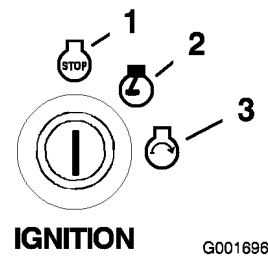

Figura 16
- Gire la llave de contacto a la posición de Arranque. Cuando el motor arranque, suelte la llave (Figura 16).
- Gire la llave de contacto a la posición de Parada y retire la llave (Figura 16).